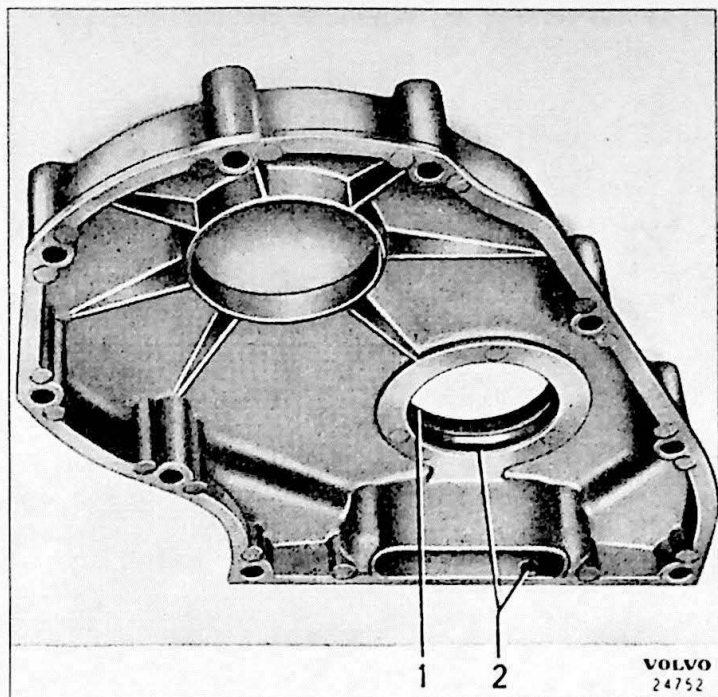

Fig. 2.35. Distributiedeksel. 1. afsluitring; 2. draingat
4. Let er op dat de pakkingen onbeschadigt zijn, dat het draingaatje open is en dat alles schoon is in het deksel dat gemonteerd moet worden (Fig. 2.35).